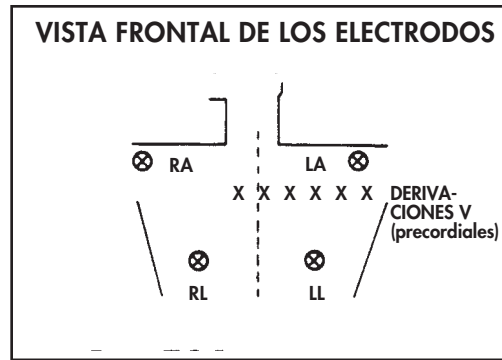

Figura 5.1: Colocación de electrodos de ECG de 5 derivaciones
- Coloque las cinco derivaciones en prominencias óseas como se ilustra en la Figura 5.1.